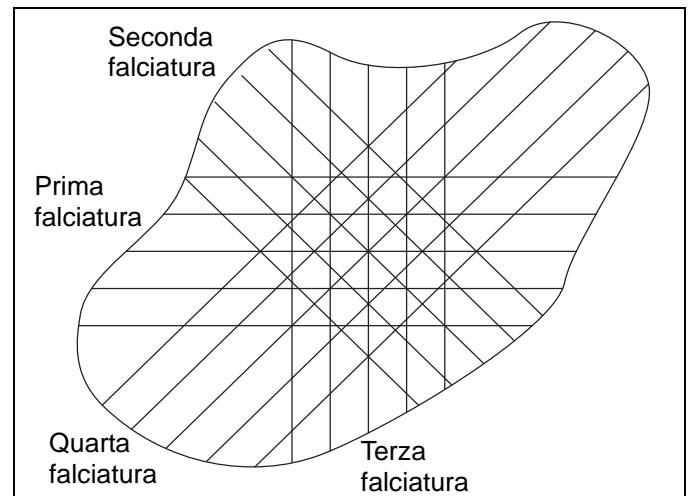

Figura 5D
5. Per una superficie da gioco più regolare ed un aspetto più ordinato, ogni volta che tosate il green modificate la direzione di falciatura. La **Figura 5D** illustra dei pattern a puro titolo esemplificativo; l'operatore o il superintendent del campo da golf possono scegliere pattern diversi per i vari green.